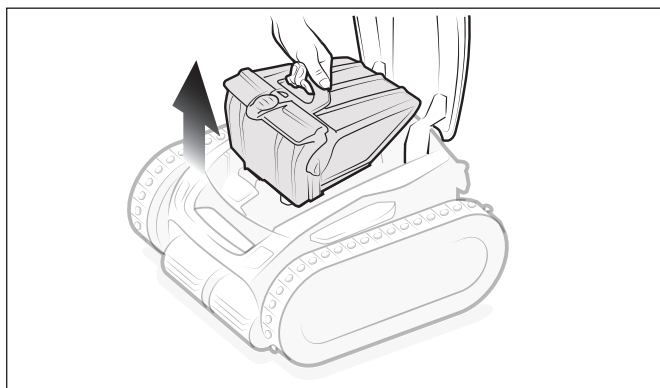

Figura 14. Retire el conjunto del cartucho del filtro
- Retire el conjunto del cartucho del filtro del cuerpo (3) como se muestra en la Figura 14.